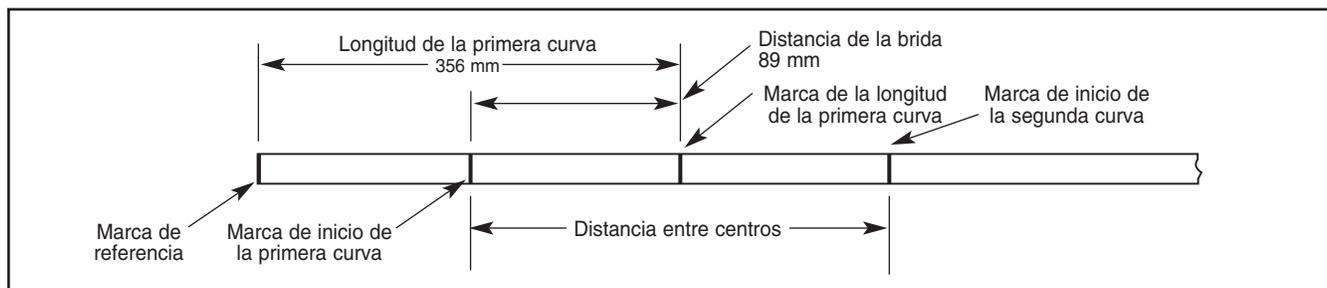

Ilustración 6 – Curvas excéntricas (offset)
EJEMPLO: Utilice un tubo de diámetro ext. de 38 mm para hacer una curva excéntrica (offset) que comience a 356 mm del extremo del tubo con una excentricidad (offset) [O] de 508 mm y un ángulo de 30° (E). (Véase la Ilustración 6.)